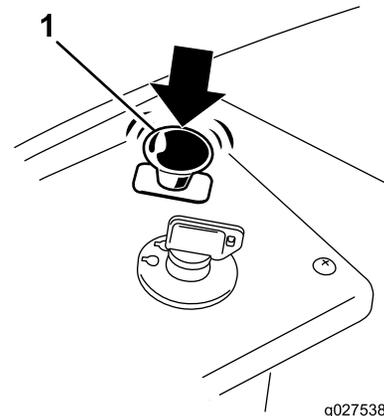

図 13
1. ブレードコントロールスイッチを押し込んでOFFにする図 13。